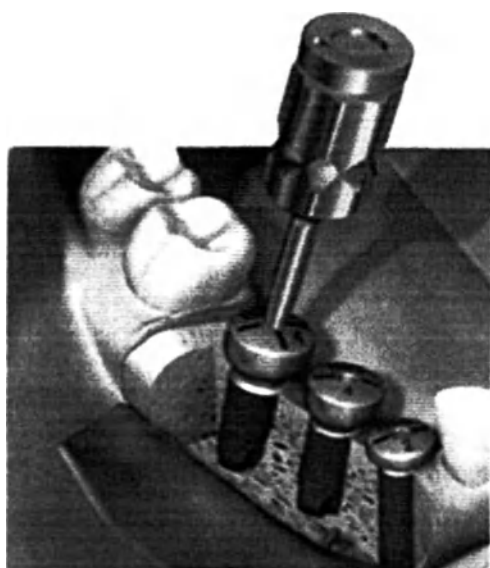

Рис. 3 – Установка формирователя десны
1. Установите формирователь десны с помощью шестигранной отвёртки. Для размещения по месту прикладывайте только незначительные усилия (рис.3).